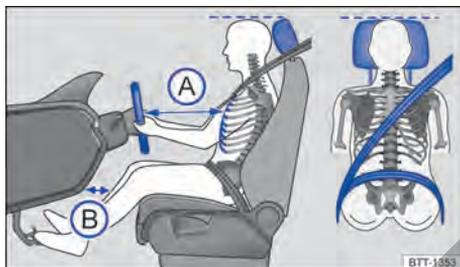

Fig. 20 Distancia correcta del conductor con relación al volante, posición correcta de la banda del cinturón de seguridad y ajuste correcto del apoyacabezas.
- Ajustar el asiento de modo que la distancia entre el volante y el tórax sea como mínimo de 25 cm → fig. 20 (A) y que el conductor pueda sujetar el volante del borde exterior con las dos manos y los brazos ligeramente flexionados.
- Ajustar el asiento del conductor de manera longitudinal para que los pedales se puedan accionar con las piernas ligeramente dobladas y la distancia de la zona de la rodilla con el tablero de instrumentos sea de al menos 10 cm → fig. 20 (B).
- Ajuste el apoyacabezas para que su borde superior se encuentre preferentemente en la misma línea de la parte superior de la cabeza → fig. 20 – pero no por debajo de la altura de los ojos. Posicionar la parte posterior de la cabeza lo más cerca posible del apoyacabezas.